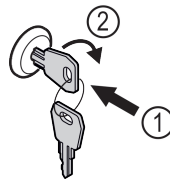

Fig. 173
- ▶ Schlüssel hineindrücken. Fig. 173 (1)
- ▶ Schlüssel um 90° im Uhrzeigersinn drehen. Fig. 173 (2)